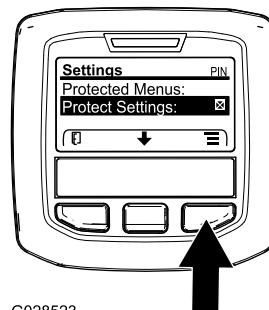

図 46
- 保護メニューにアクセスし、サブメニューのロックを解除する 図 46 アクセス制限付きメニューへのアクセス \(ページ 23\) を参照。